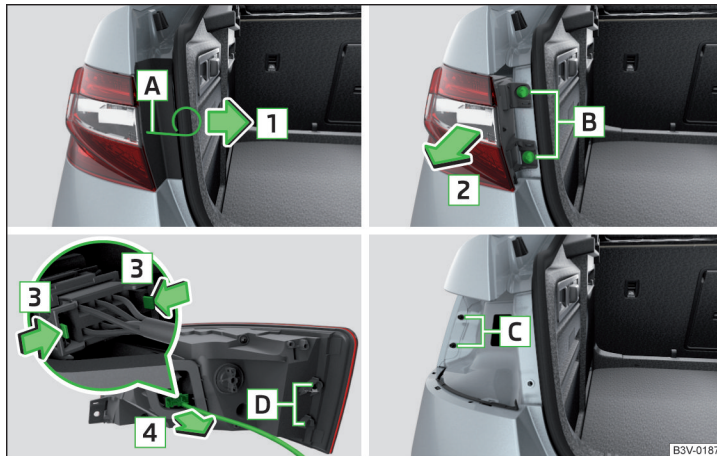

Abb. 367 Leuchte ausbauen / Stecker abziehen
- › In die Öffnung **A** » Abb. 367 den Bügel zum Abziehen der Radvollblenden einführen.
- › Den Stecker entgegen der Pfeilrichtung **4** » Abb. 367 in die Leuchte einschieben. Die Verriegelungen am Stecker müssen sicher einrasten.